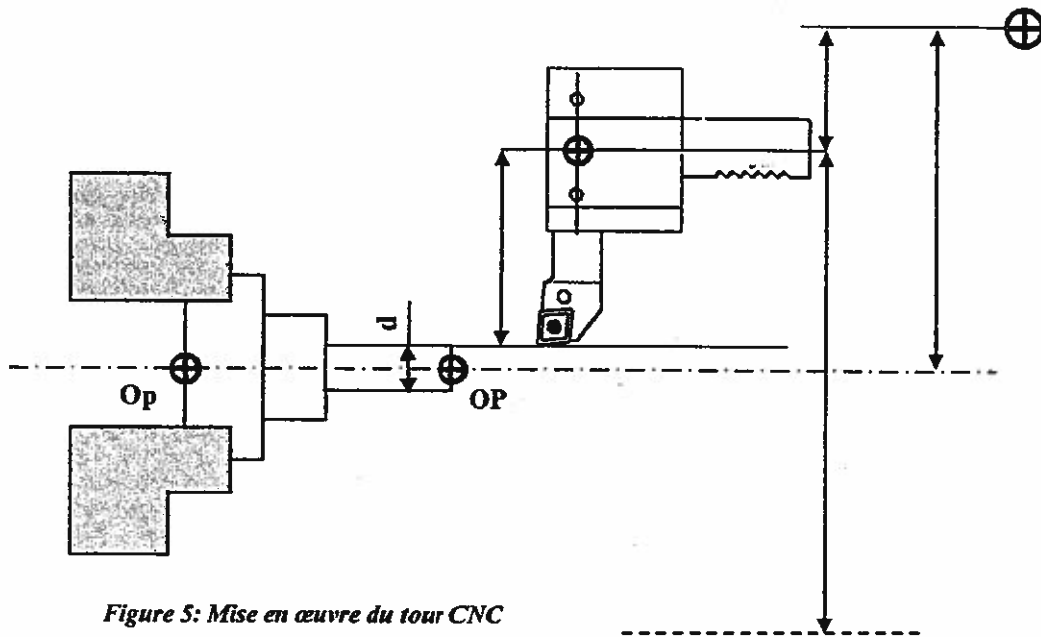

Figure 5: Mise en œuvre du tour CNC
- 1) La figure 5 montre les composantes des vecteurs de la mise œuvre du tour CNC pour la poulie spéciale à usiner en méthode de mesure directe.
- c) Exprimer le vecteur \overrightarrow{OmR} dans la configuration illustrée par la 'figure 5'